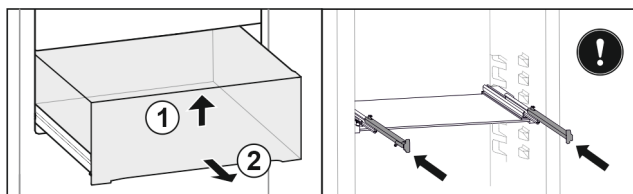

Fig. 82
- ▶ Nadvihnite zásuvku vpredu. Fig. 82 (1)
- ▶ Odoberte zásuvku dopredu. Fig. 82 (2)